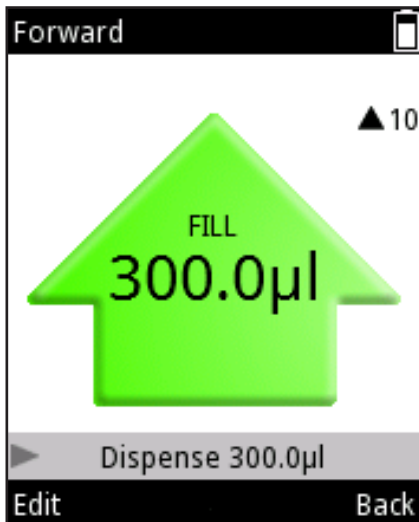

図 D4
1. 容量は、ピペット機能がオンになっている際に (Edit(変更))または 、 を使って変更することができます(図 D4)。
1. 容量は、ピペット機能がオンになっている際に  (Edit(変更)) または 、 を押して行うことができます(図 D4)。
1. ピペット操作モード表示で  (Edit(変更))または 、 を押します(図 D4)。